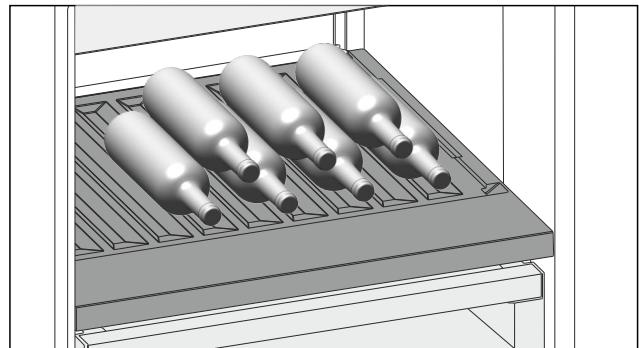

Fig. 97
- Поставяйте бутилките с дъното назад към задната стена. (виж Fig. 97)